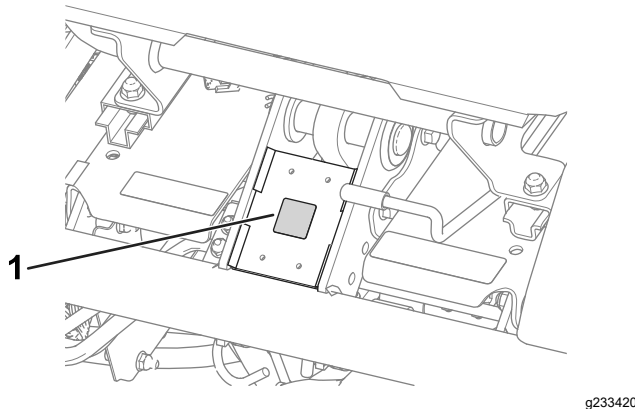

図 14
- CE マークステッカー P/N 93-7252 を、運転席前下のフレーム部分に貼りつける 図 14。